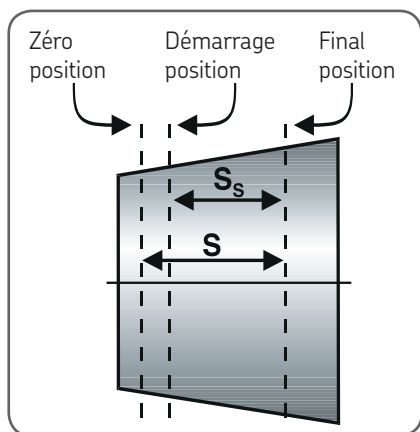

Figure 14. Position de roulement
Faites monter le roulement vers la position de départ en appliquant la pression hydraulique correcte vers l'écrou HMV(C) E. Voir figure 14.